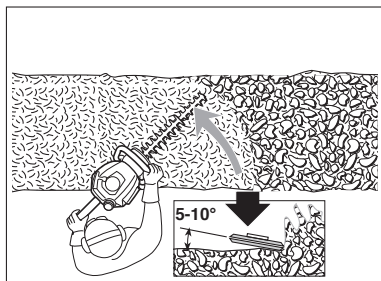

Fig. 14
- > Después de cortar los lados proceda hacia arriba (Fig. 14).